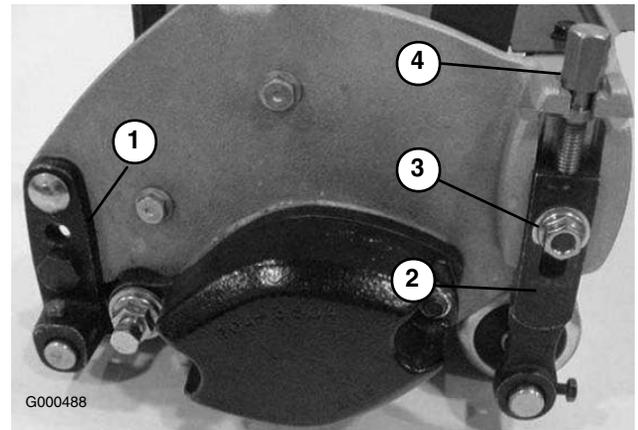

Figura 51
1. Ajuste os suportes do rolo traseiro (Figura 51) para a posição mais ou menos elevada, dependendo dos limites de altura de corte desejados.
- Desaperte as porcas de bloqueio que fixam os braços da altura de corte às placas laterais da unidade de corte (Figura 51).